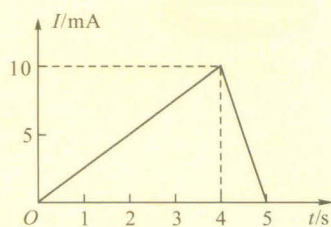

图 1-6-8
3. 在自感系数为 100 mH 的线圈中, 通入如图 1-6-8 中所示规律变化的电流, 求在每个变化阶段线圈中自感电动势的大小, 并说明前 4 s 和第 5 s 内电动势的方向有何关系.